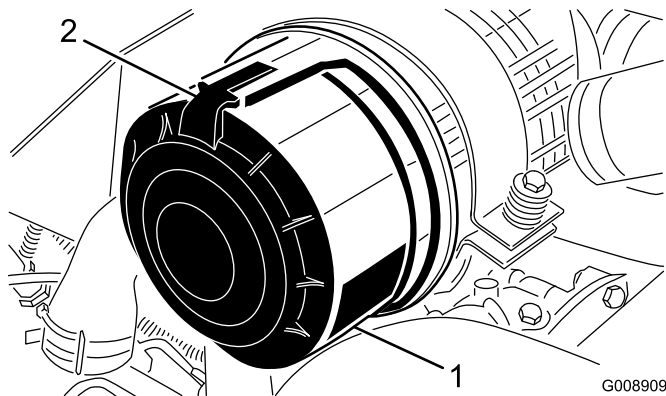

Bild 45
1. Lösen Sie die Laschen, mit denen die Abdeckung am Luftfilterkörper befestigt ist (Bild 45).